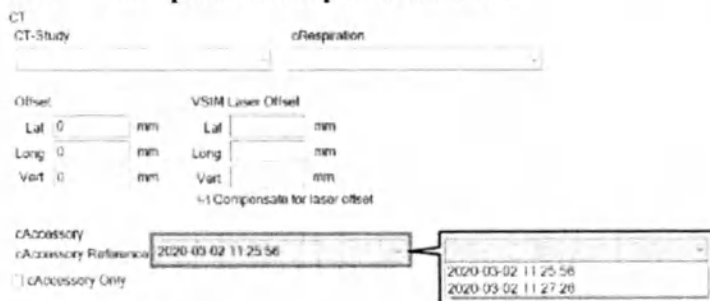

Рисунок 23. Выбор эталона в cAccessory в диалоговом окне импорта.
2. Если пациенту назначено несколько ссылок на принадлежности, выберите соответствующий ссылку на принадлежности в разделе cAccessory диалогового окна (рисунок 23). Если пациенту назначен только один ссылку на принадлежности, он будет выбран по умолчанию.